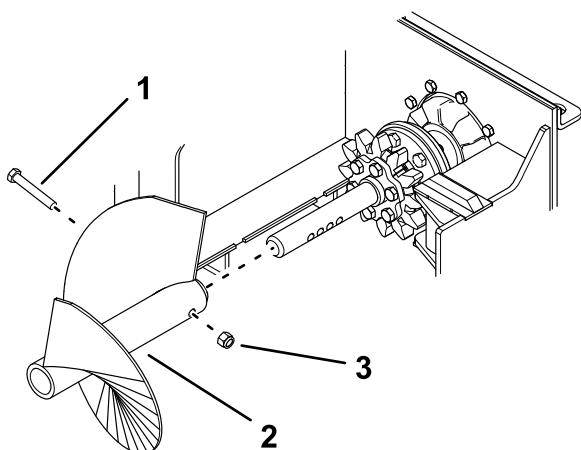

Figura 4
1. Retire el perno y la contratuerca que sujetan el sinfín para escombros y retire el sinfín (Figura 4).